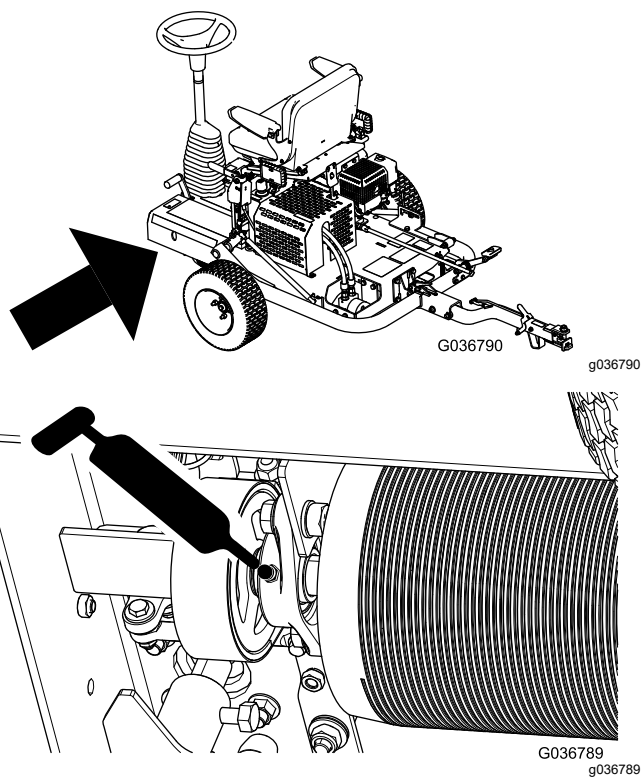

Рисунок 26
3. Закачайте консистентную смазку в масленку, как показано на Рисунок 26.